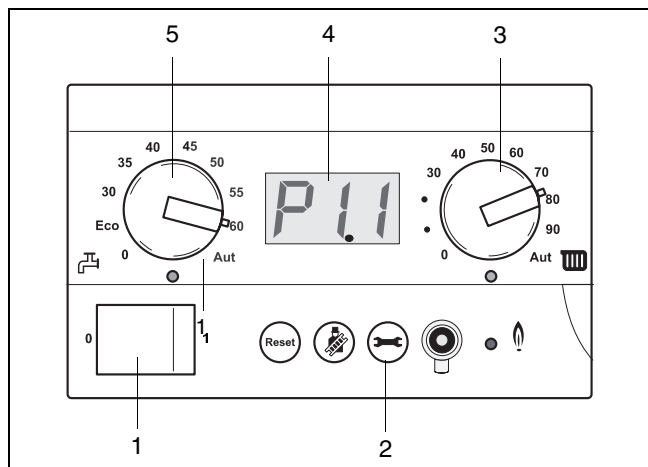

Fig. 2 BC 10 - visualizzazione della pressione [bar] (per es. P1.1 bar, dopo aver premuto il tasto di manutenzione)
- Portare l'interruttore di accensione/ spegnimento (fig. 2, pos. 1) nella posizione "1".
- Verificare la pressione idraulica, premendo una o più volte il tasto di manutenzione (fig. 2, pos. 2) sul quadro del BC 10 (l'unità di controllo dell'apparecchio) fino a quando il display visualizza un codice Px.x, per esempio P1.□ (fig. 2, pos. 4). La pressione ottimale di riempimento è compresa fra 1,0 e 2,0 bar al massimo.
- Premere il tasto di manutenzione (fig. 2, pos. 2) fino al momento in cui il display visualizza un codice Px.x, per esempio P1.□.
- Portare le manopole di regolazione del riscaldamento e dell'acqua calda sulla posizione "0" (fig. 2, pos. 3 e 5).
- Premere ripetutamente il tasto di manutenzione fino alla comparsa sul display del valore di pressione (per es.: P1.1 - vedi fig. 2, pos. 2).